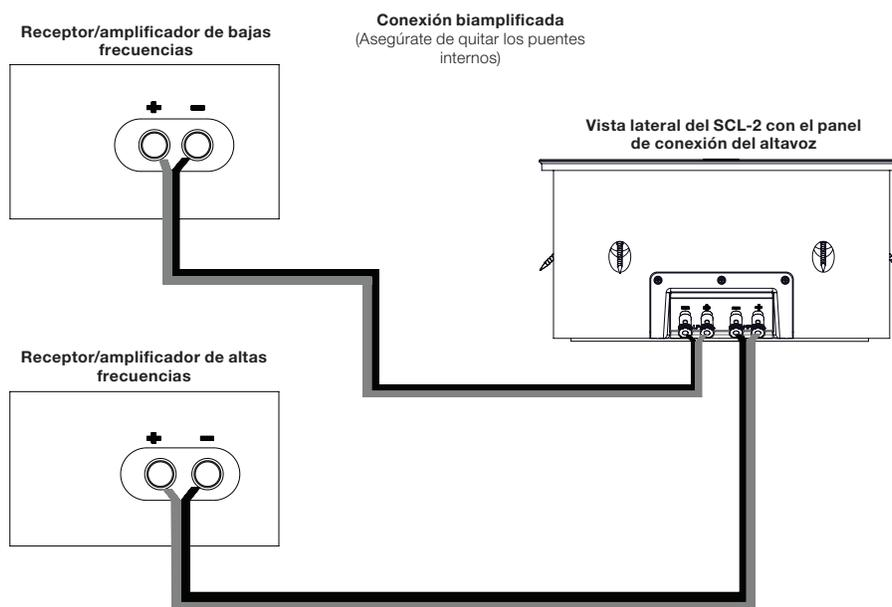

Figura 9
3. Conecta el par etiquetado como "HF" con la entrada "HF" del altavoz y el par etiquetado como "LF" con la entrada "LF" del altavoz (Figura 9).